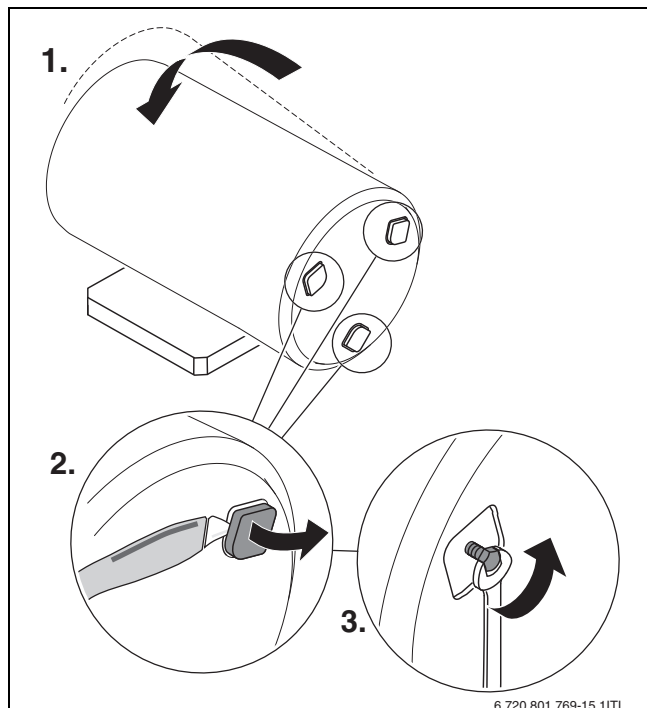

Fig. 7 Poser le ballon et dégager les pieds réglables
- Poser le ballon avec précaution sur le rembourrage (→ fig. 7, [1]).
- Découper la saillie dans le fond en polystyrène (→ fig. 7, [2]).